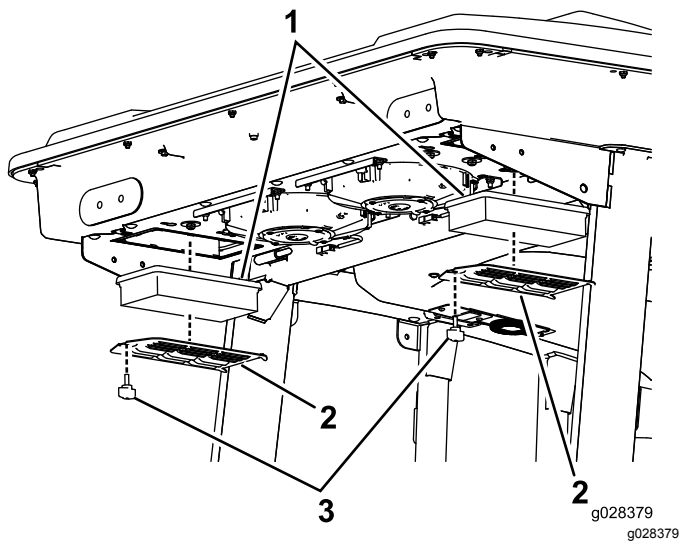
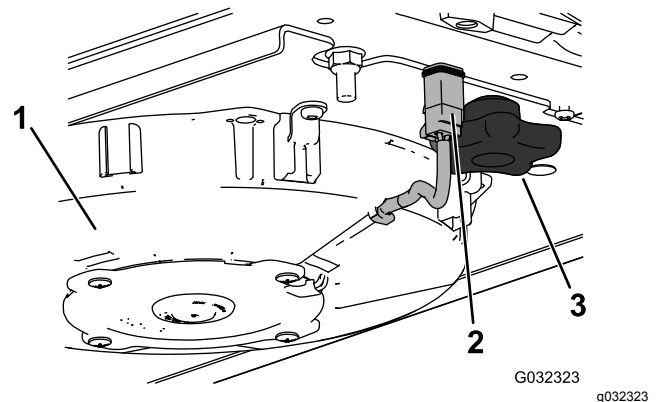
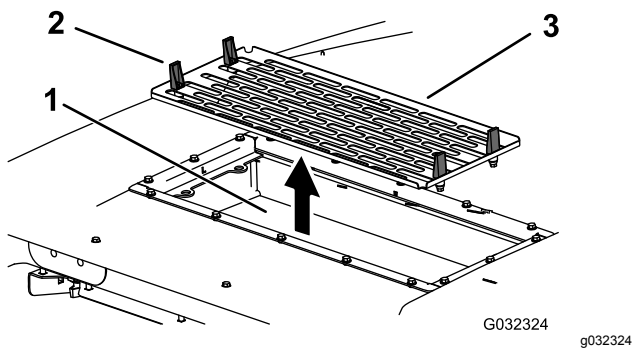

Figura 92
Figura 94
Figura 95
1. Remova os parafusos e as grelhas dos filtros de ar interior e traseiro da cabina (Figura 91 e Figura 92).
5. Retire os filtros de ar (Figura 92).
7. Instale os filtros de ar, painel e conjunto da ventoinha (Figura 92, Figura 94 e Figura 95).
8. Ligue o fio de cada uma das ventoinhas (Figura 94).